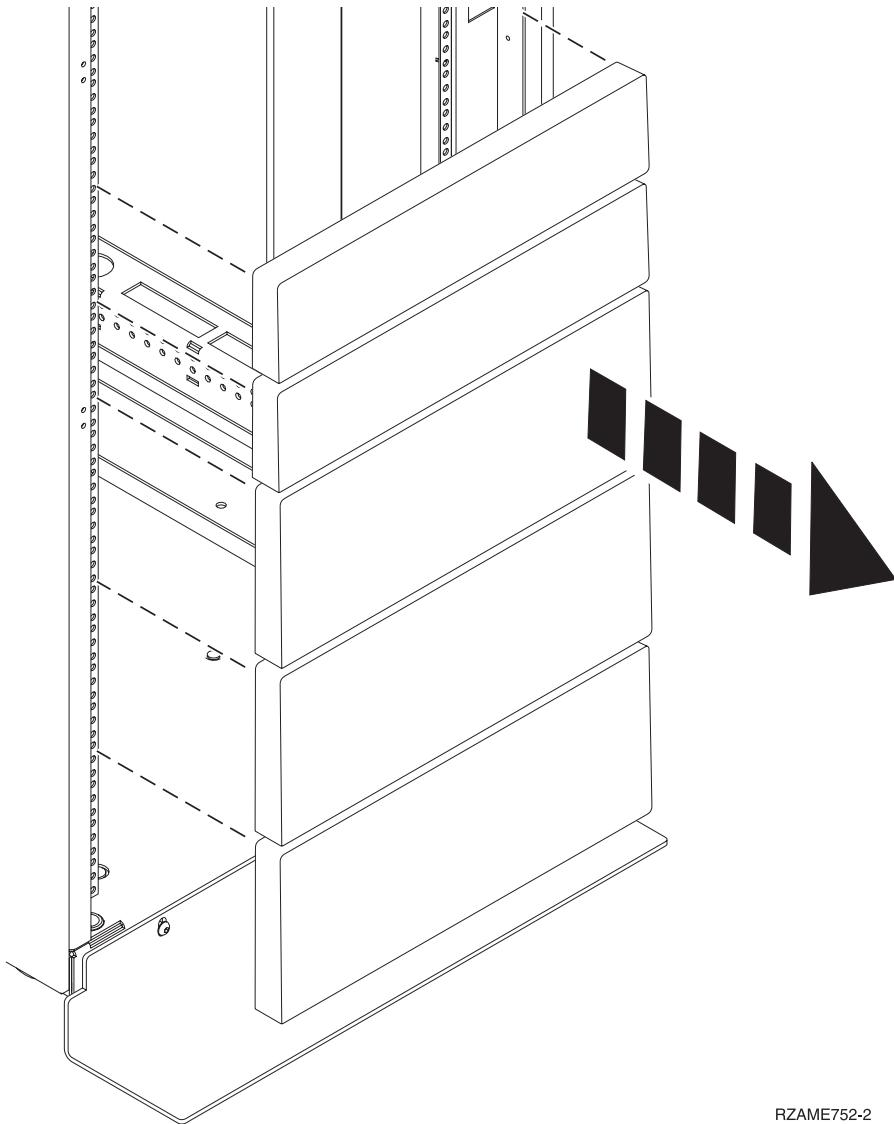

図 1. フィラー・パネルの取り外し
- 必要であれば、装置を配置する計画のラック・エンクロージャーの内側にアクセスできるよう、フィラー・パネルを取り外します。詳しくは、図 1 を参照してください。